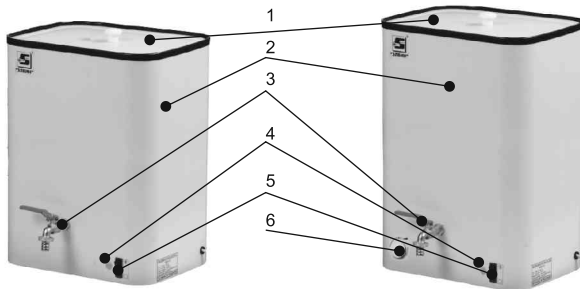

Рисунок 1
- 5.3 На передней панели наружного корпуса находится выключатель и контрольная лампа включения электроводонагревателя (исполнение ЭВБ0–20/1,25), для исполнения ЭВБ0–20/1,25–1 имеется дополнительно ручка регулирования температуры нагрева воды (см. рис.1).